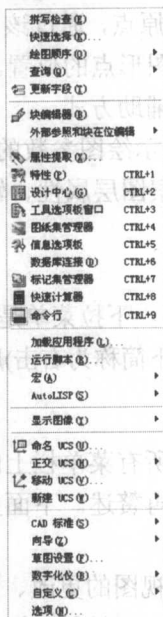

图 1-1-5
(4) 工具: 工具菜单命令主要包含图形选择、显示、查询, 图形对象属性提取、管理, AutoCAD 的设计中心、工具选项板、AutoCAD 的编辑驱动、坐标系的转换以及发布(打印、布局)的向导等, 效果如图 1-1-5 所示。